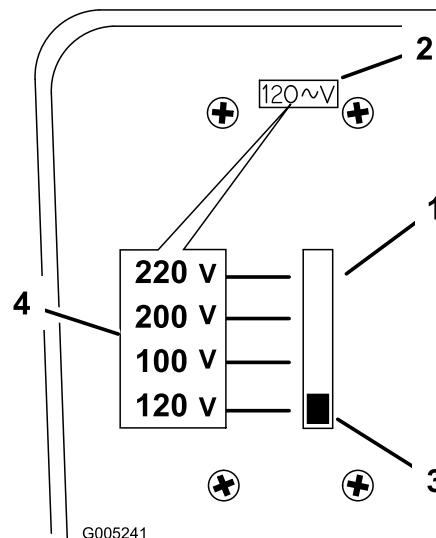

Figura 14
- 1. Coloque o selector de tensão na retaguarda do carregador (Figura 14).
- 2. Ajuste a tensão orientando o manípulo do selector de tensão para cima ou para baixo até aos valores pretendidos (Figura 14).